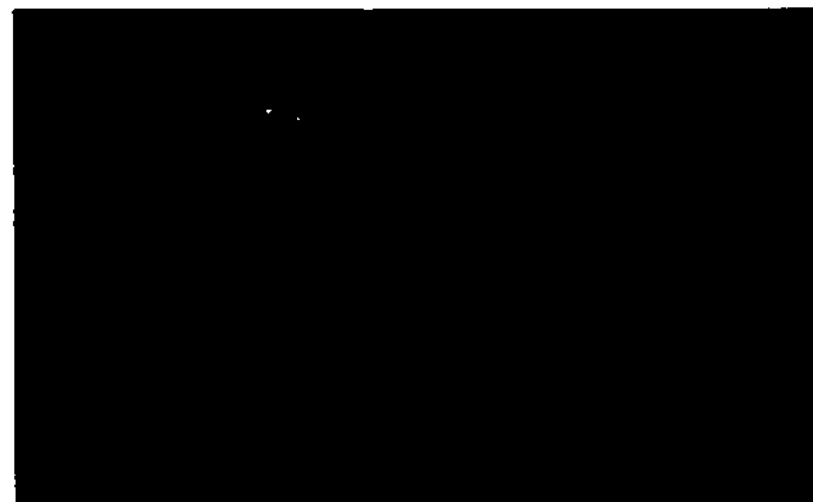

Рисунок 35 – Экран конфигурации («TREATMENT»). Режим A 1064
- Выберите режим A 1064 (рисунок 35), нажав кнопку A1064 (A). В окне (B) появится выбранный режим.
- Установите параметры в окне (C). Выберите в окне (C) требуемый параметр и измените значение кнопками «вверх» и «вниз».